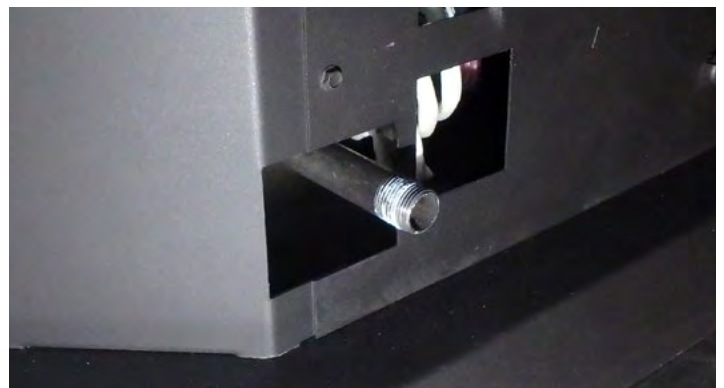

Figure 13.2.02:
**Étape 2 :** Un tuyau de 3/8 po est raccordé à la valve de gaz et s'étend à l'extérieur de l'arrière du foyer (voir **Figure 13.2.02**). Raccordez la conduite de gaz au tuyau et serrez.